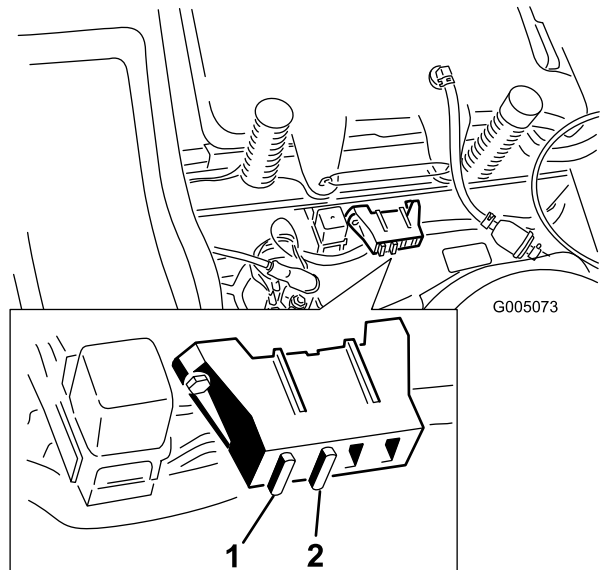

Figura 34
1. Alzate il sedile per accedere al portafusibili (Figura 34).
2. Per sostituire un fusibile, tiratelo (Figura 34) ed estraetelo dall'attacco.